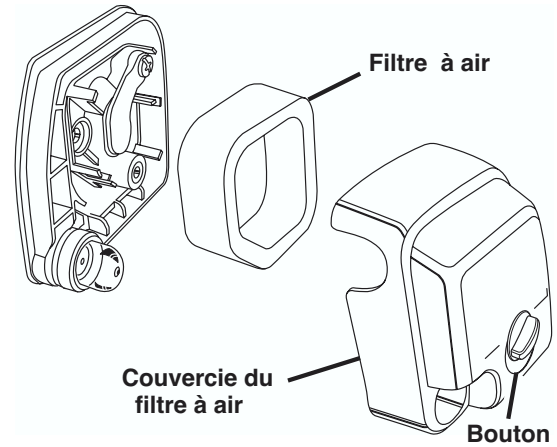
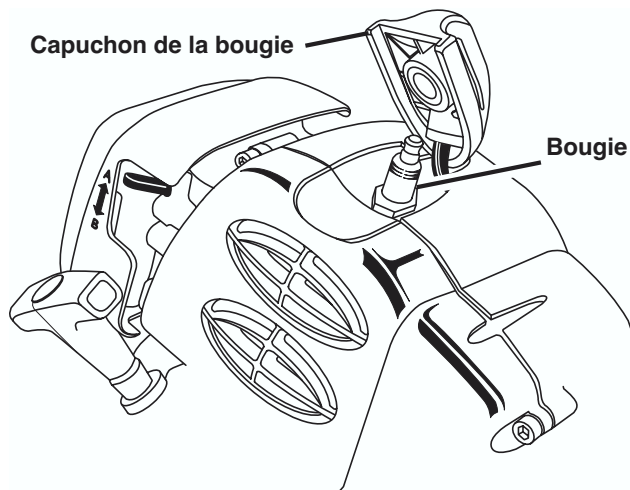

Figure 20
Figure 22
2. Retirer le capuchon de la bougie. Voir la figure 22.
18. Remettre le capuchon de la bougie en place. Voir la figure 22.
14. Remettre le capuchon de la bougie en place. Voir la figure 22.
Voir la figure 20 et figure 22.
Voir la figure 22.